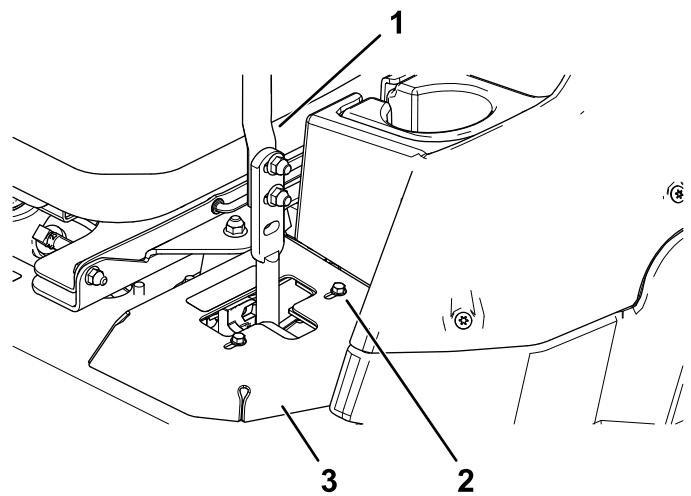

Figure 52
- Si la machine se déporte à droite, desserrez les boulons et déplacez la plaque de butée gauche en arrière sur la fente en T gauche, jusqu'à ce qu'elle se déplace en ligne droite (Figure 52).
- Si la machine se déporte à gauche, desserrez les boulons et déplacez la plaque de butée droite en arrière sur la fente en T droite, jusqu'à ce qu'elle se déplace en ligne droite (Figure 52).
8. Serrez les boulons de la plaque (Figure 52).